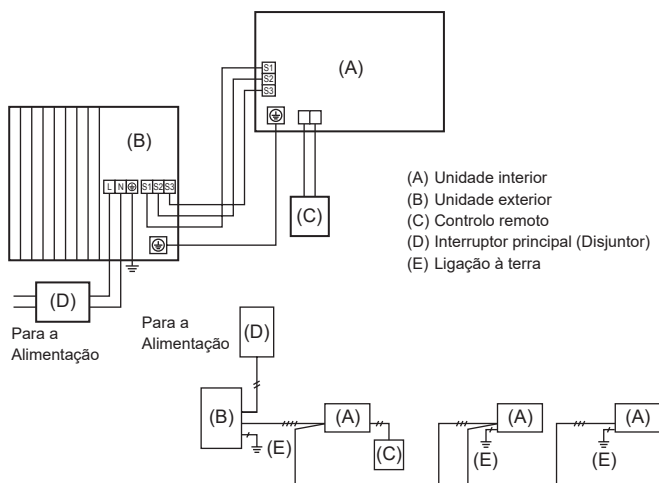
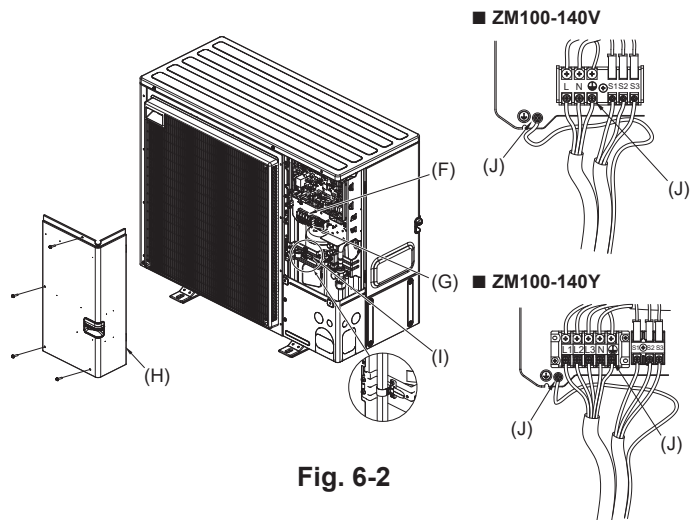

Fig. 6-1
Fig. 6-2
### 6.1. Unidade exterior (Fig. 6-1, Fig. 6-2)
(1) Remova o painel de manutenção.
(2) Ligue os cabos consultando a Fig. 6-1 e a Fig. 6-2.